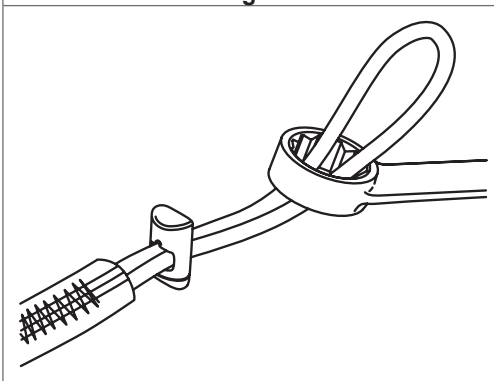

Fig. 3
1. Enfiler la boucle de la longe dans le point de fixation d'un outil. (Figure 3)